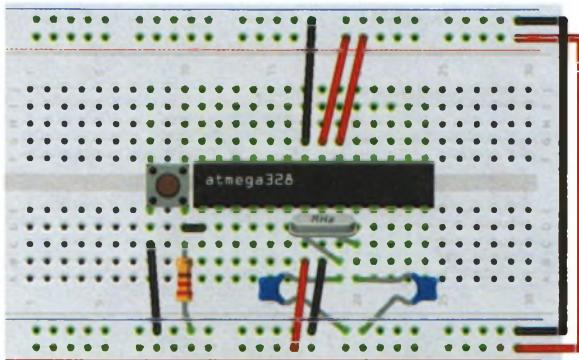

РИСУНОК 25.9
9. Установите кнопку на макетную плату слева от микросхемы ATmega так, чтобы перекрыть канавку. Используя перемычки, подключите нижний правый контакт кнопки к контакту 1 микроконтроллера ATmega, а нижний левый контакт — к контакту GND, как показано на рис. 25.9. Подключите резистор с сопротивлением 220 Ом к нижнему правому контакту кнопки, а другой контакт этого резистора — к шине заземления. Эта кнопка будет выполнять функцию сброса.